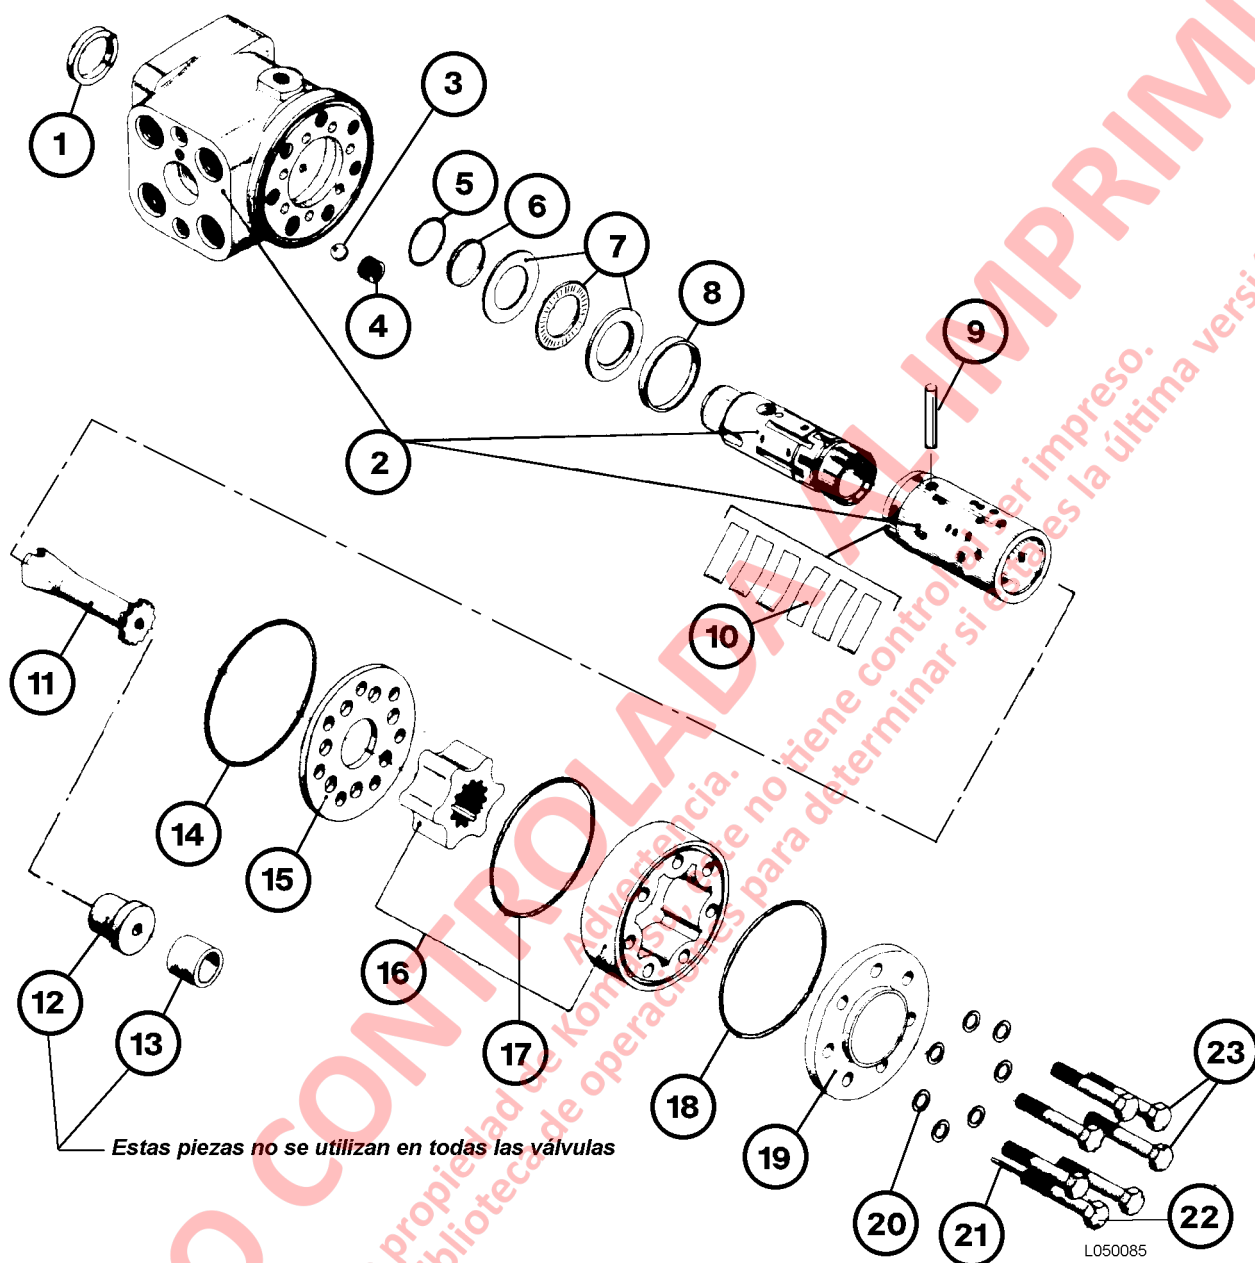

FIGURA 5-7. VÁLVULA DE CONTROL DE DIRECCIÓN
5. Desmonte el engranaje externo del conjunto de la rueda dentada (1) y el O-ring entre el conjunto del engranaje y la placa de distribución.
7. Desmonte el eje del cardán (11, Figura 5-7), la placa de distribución (15) y el O-ring (14).
8. Saque los bujes roscados (4) y la bola (3).
5. Instale el pasador de cabeza cruzada (9, Figura 5-7).
5. Coloque el sello antipolvo (1, Figura 5-7) en su posición. Con un bloque de hierro plano sobre el sello, golpéelo hacia la carcasa.
12. Instale la placa de distribución (15, Figura 5-7), de forma que los orificios de la placa coincidan con los orificios correspondientes de la carcasa.
13. Guíe el eje del cardán (11) hacia el orificio con la ranura del eje alineada con el pasador de cabeza cruzada (9).
15. Lubrique con grasa a base de petróleo los O-ring (17) y (18) en ambos lados de la rueda dentada e instálelos.
17. Alinee la cubierta (19) mediante las marcas de concordancia. Instale los tornillos (23) y las arandelas (20).
18. Instale el tornillo con el pasador (22) en el orificio correspondiente.